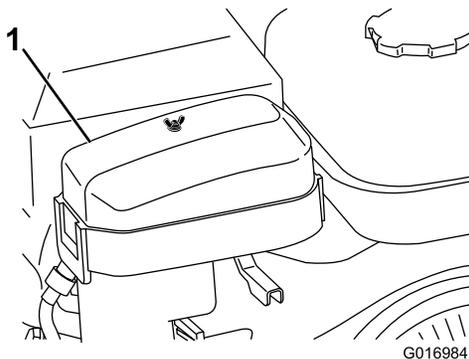

図 24
2. エアクリナーカバーの蝶ナットを取り、カバーを外す（図 24）。